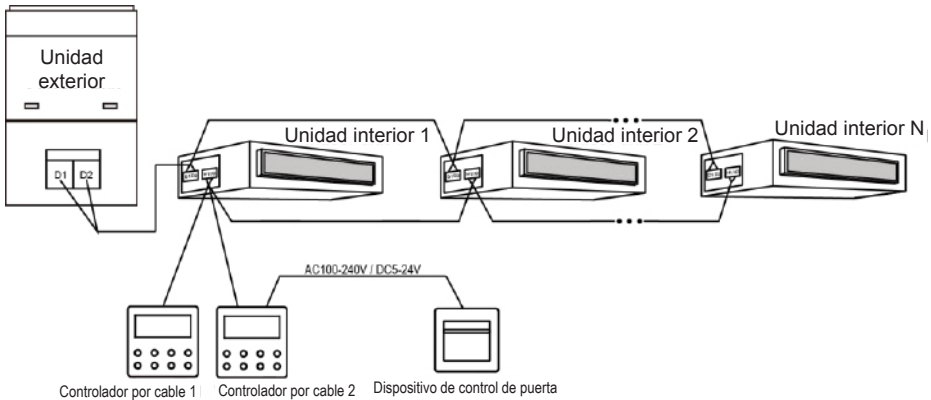

Figura 3.11 Método de conexión 2 entre el controlador por cable y el control de la puerta
- ① El controlador por cable 2 de la figura 3.11 se puede configurar como controlador maestro o esclavo.
- ② El controlador por cable 1 de la figura 3.11 puede ser del modelo XK49 u otros modelos.